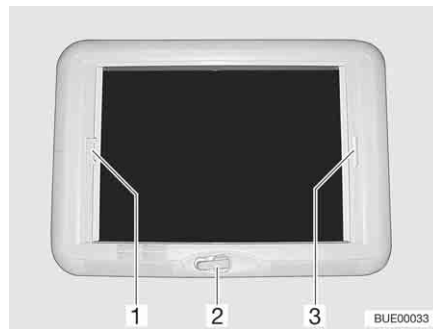

Fig. 114 Lanterneau à manivelle
- Tourner la manivelle (Fig. 114,2) jusqu'à ressentir une résistance.
- Tirer la poignée du dispositif occultant plissé (Fig. 114,3) et le relâcher lorsqu'il a atteint la position voulue. Le dispositif occultant plissé reste alors à cette position.
- Tirer sur la poignée (Fig. 114,1) de la moustiquaire jusqu'à toucher la poignée du dispositif occultant plissé (Fig. 114,3) située vis-à-vis et la faire s'enclencher.
- Appuyer sur la poignée de la moustiquaire (Fig. 114,1) vers l'arrière et le haut et décrocher la moustiquaire du dispositif occultant plissé (Fig. 114,3).